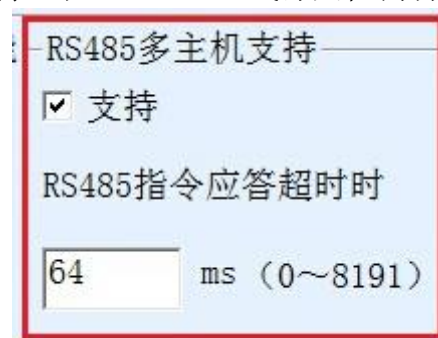

图 29 RS485 多主机支持
如图 29 所示的“RS485 多主机支持”和“RS485 总线冲突检测功能”就是卓岚的多主机功能。它们一般是同时启用和同时禁用的。启用后让转化协议为 Modbus TCP 的设备具有存储型 Modbus 网关功能，否则为非存储型 Modbus 网关；如果转化协议为无，一般可以让用户自定义的 RS485 协议也具有多个主机同时访问的串口设备的功能，这在纯粹的 RS485 网络中是无法实现的，因为多个主站同时发送会在 RS485 总线上产生冲突。卓岚串口服务器的多主机可以对 RS485 总线进行“协调”从而达到多主机访问的目的。
2. 图 29 所示为“RS485 指令应答超时时间”，一般根据来回应答的指令长度决定，如果发送指令为 N 字节，应答为 M 字节，那么建议设置的值为：“数据包间隔” \times (N+M+5) +100。